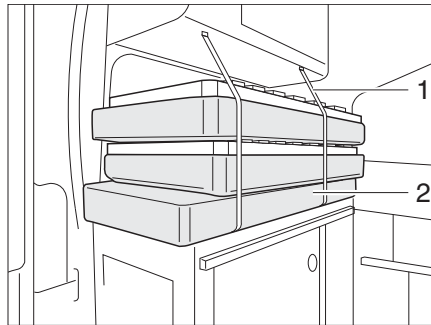

Bild 45 Bett abbauen und verstauen
- Die Polster, Matratzen und Lattenroste (Bild 45,2) aufeinander stapeln.
- Alles mit dem Gurt (Bild 45,1) sichern.